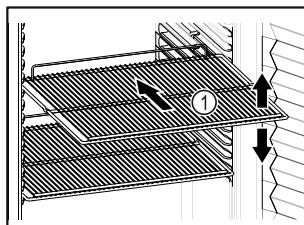

Fig. 30 Atvaizdo pavyzdys
- Jei pastatymo groteles Fig. 30 (1) galima perkelti, pritaikykite atsižvelgdamis į aukštį.